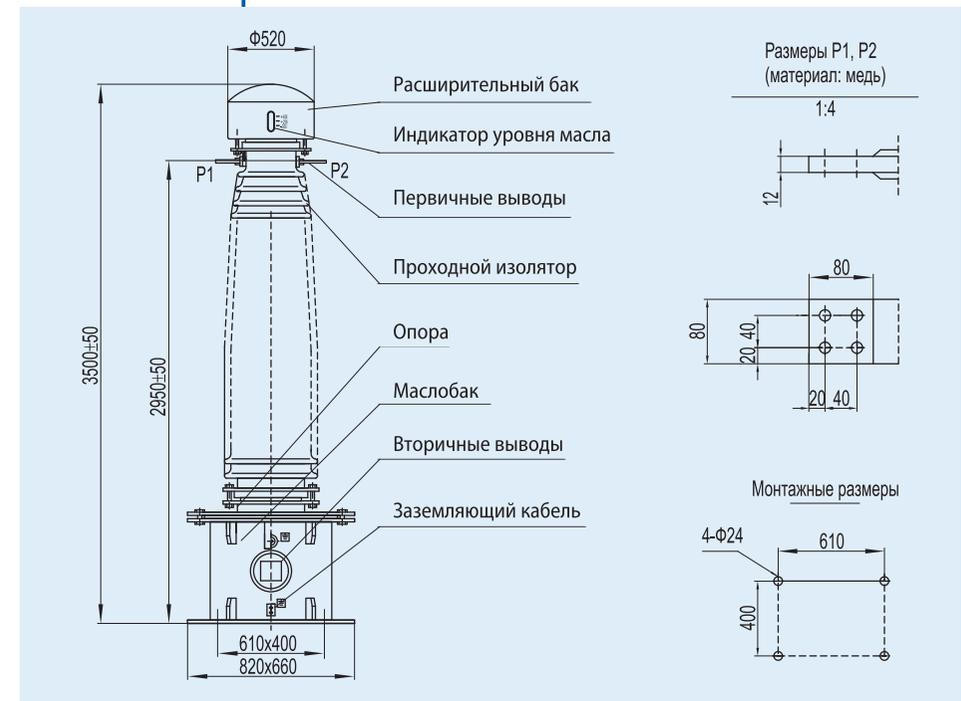

Рис. 6.1 Внешний вид и размеры трансформатора тока LB9-220W2
6. Внешний вид и размеры (см. рис. 6.1)